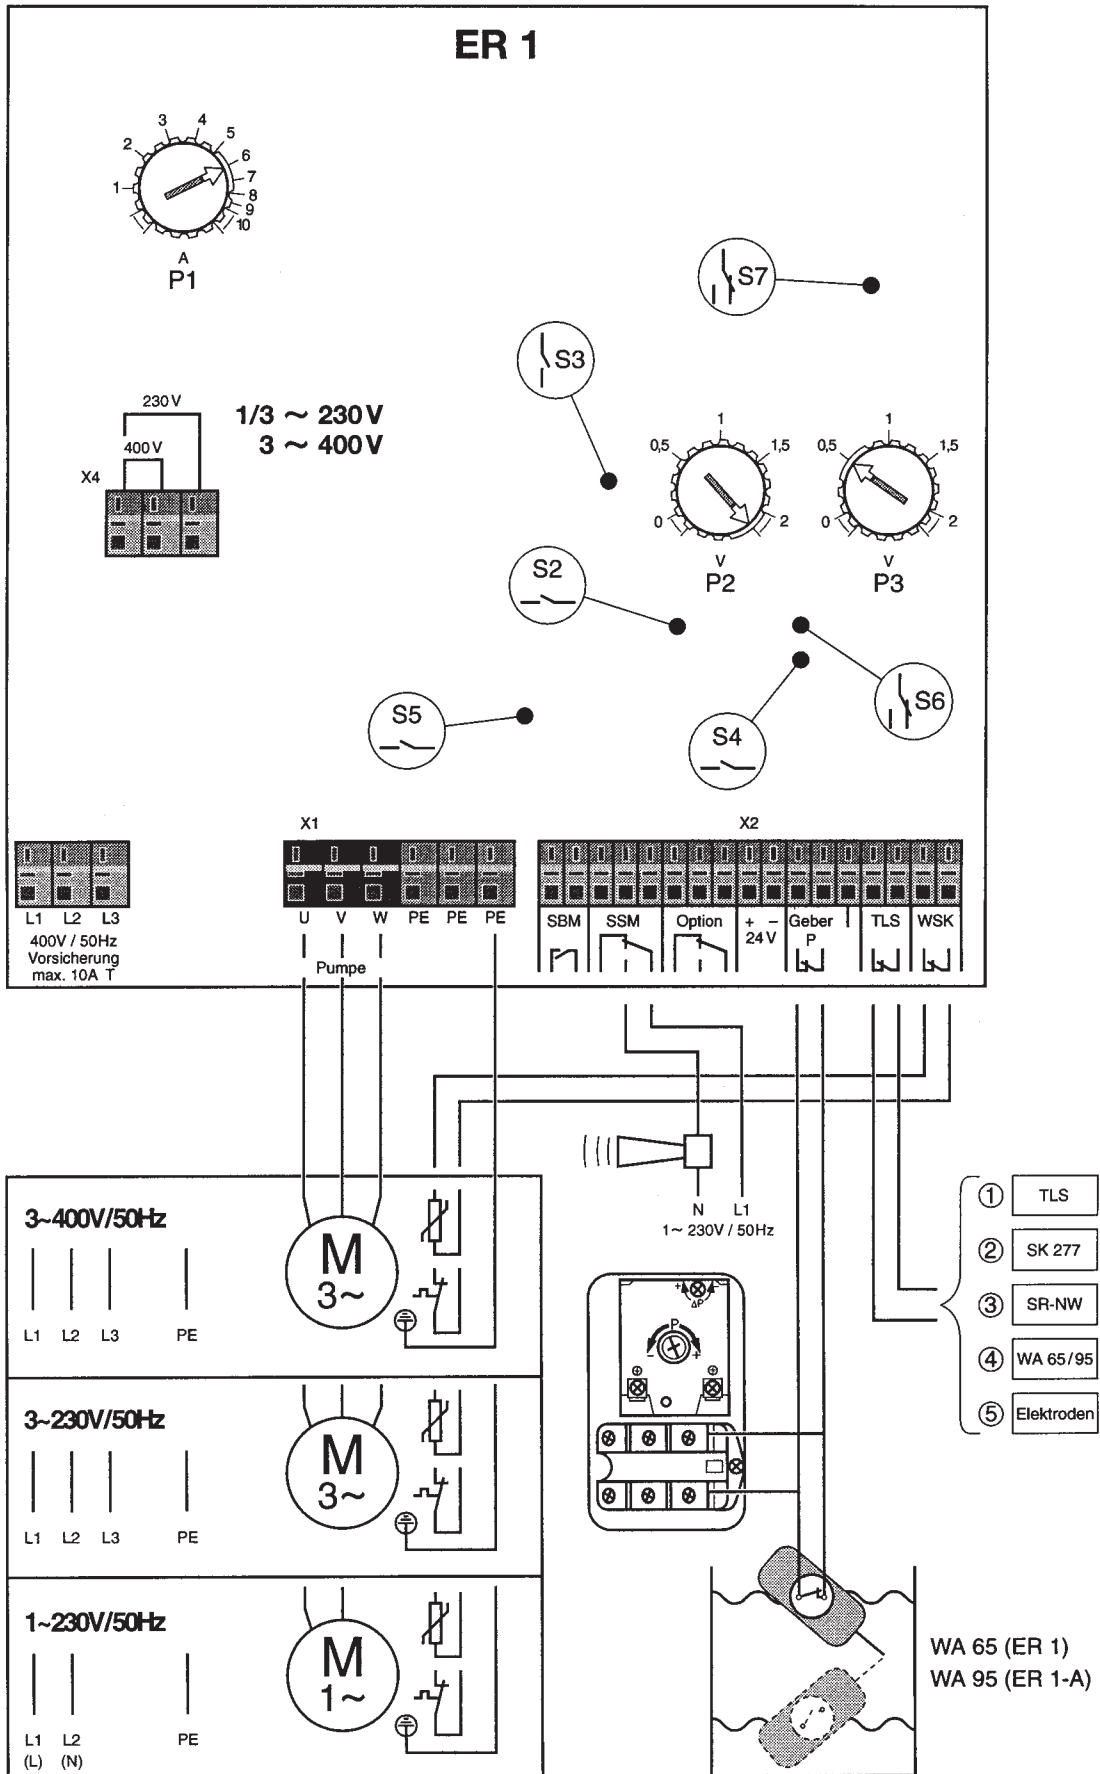

Fig. 2
4.2 Функции устройства (рис. 2)
5.2 Электрическое подключение (рис. 2)
Перемкнуть клеммы X4 электронной платы в соответствии с указанием "230 В" (см рис. 2)
Перемкнуть клеммы X4 электронной платы в соответствии с указанием "400 В" (см рис. 2) (заводская уставка)
указанием "230 В" (см рис. 2)